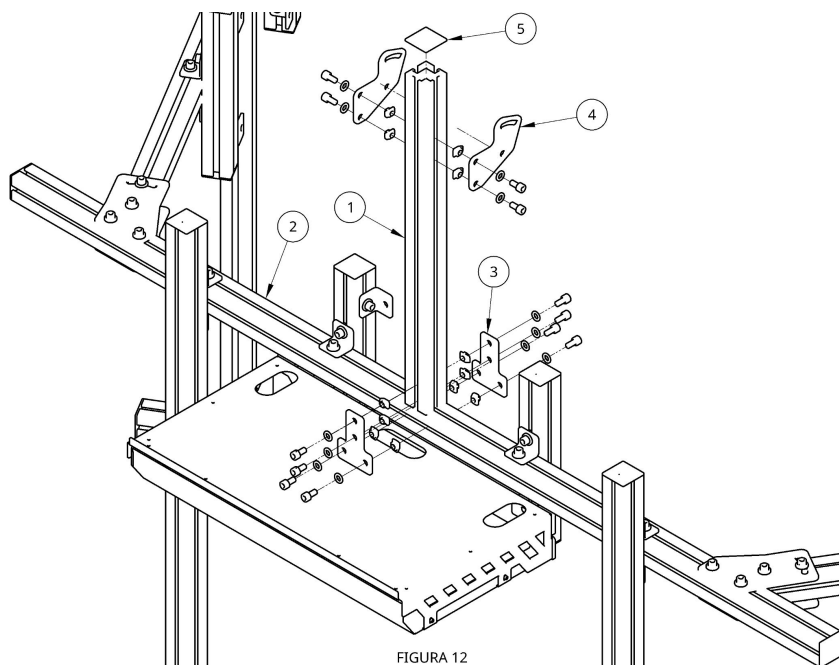

FIGURA 12
Posicione, de maneira centralizada, o perfil de alumínio maior (1) sobre a travessa transversal (2), conforme mostra a Figura 12.